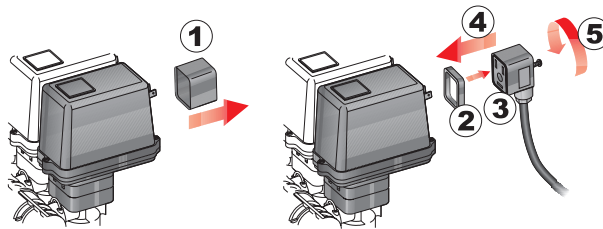

Abb. 10
- Alle zu den Ventilen reichenden Verbindungsstecker müssen vor ihrem Anschluss mit einer entsprechenden Abdichtung versehen werden (Abb. 10).
- Die Schutzkappe (1, Abb. 10) vom elektrischen Ventil abnehmen.
- Die Dichtung (2) ausrichten, indem man sie auf den Stecker (3) fügt, dann den Stecker durch Ein-drücken bis auf Anschlag (4) anschließen: **beim Einführen darauf achten, dass die elektrischen Kontakte am Ventil nicht verbogen werden.**
- Die Schraube (5) bis zur kompletten Feststellung anziehen.